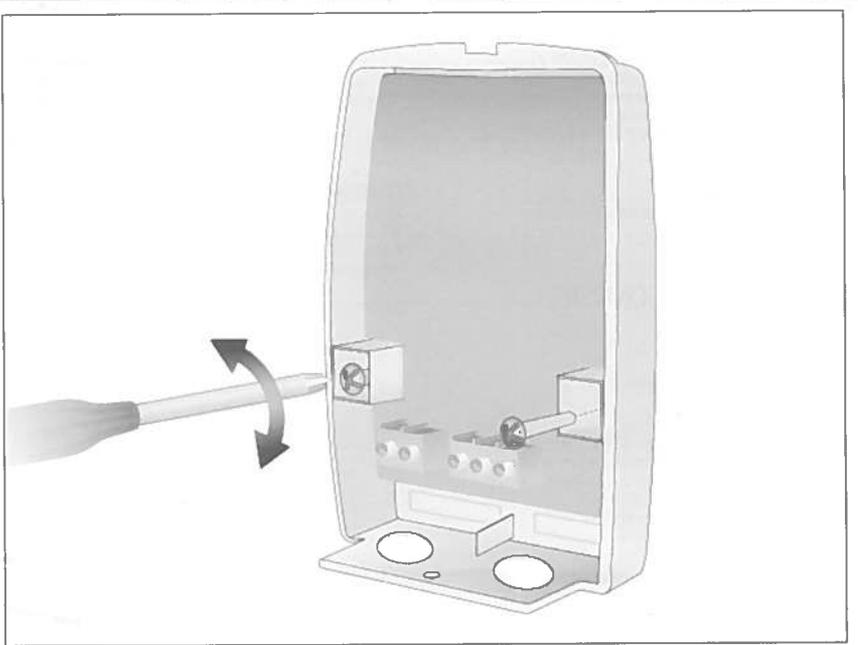
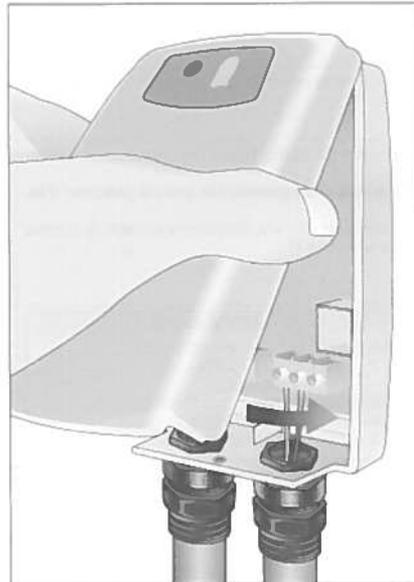

fig.6
fig.7
- Utiliser les deux trous sur le socle pour fixer l'appareil au mur (fig.6), connecter les fils au bornes suivant le schéma électrique et remettre le couvercle sur le socle. (fig.7)